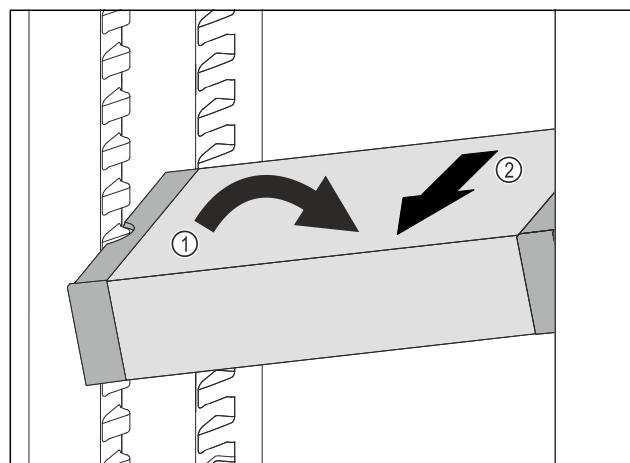

Fig. 111
- Встановити VarioSafe під кутом в охолоджувальному відділенні. Fig. 111 (1)
- Витягнути VarioSafe вперед. Fig. 111 (2)